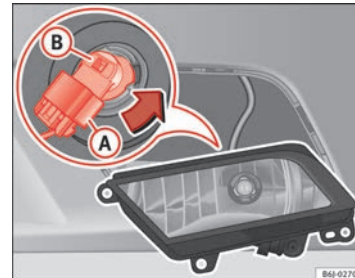

Abb. 160 Nebelscheinwerfer
- Ziehen Sie den Stecker ⇒ Abb. 160 (A) von der Lampe ab.
- Drehen Sie den Lampenträger ⇒ Abb. 160 (B) nach links und ziehen Sie.